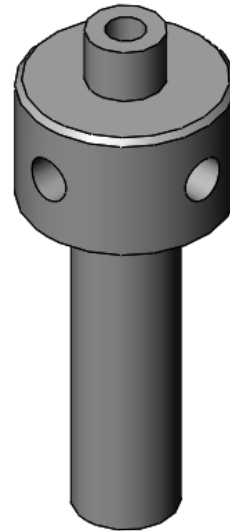

Ilustración 135
Paso 1: Se extruye la siguiente figura (ver ilustración 135)